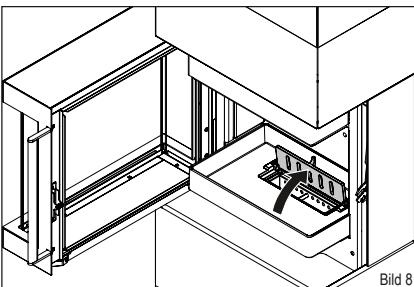

Bild 8
- ▶ Öffnen Sie die Feuerrostklappe (Bild 8).